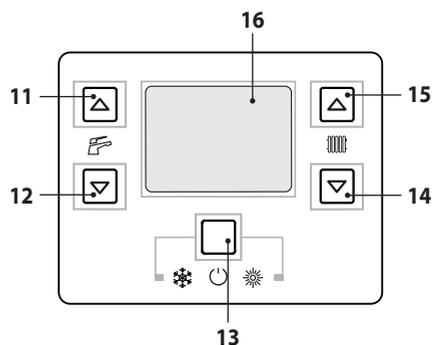

Figura 2.3
- Tenere premuto per 2 secondi il tasto 13 fino a far apparire sul display entrambe i simboli  e  (Figura 2.3).